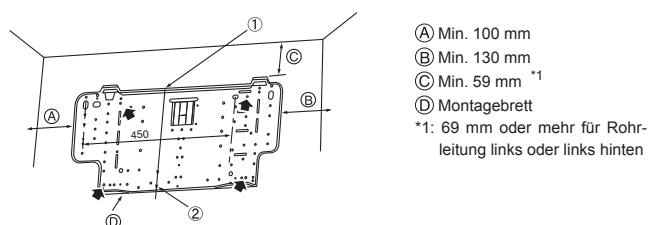

Fig. 3-3
- ▶ Die Wandbefestigung muss, wenn möglich, an beiden Enden und in der Mitte gesichert sein. Niemals an einer einzigen Stelle oder in asymmetrischer Form befestigen. (Wenn möglich, die Befestigung an allen durch einen fett gedruckten Pfeil markierten Stellen sichern.) (Fig. 3-3)